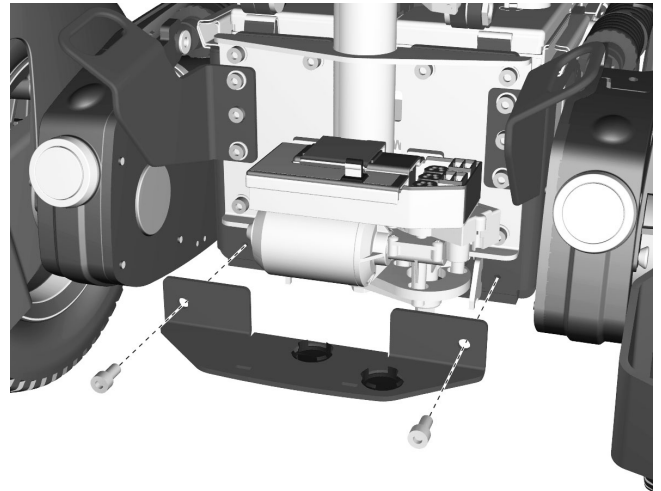

Abbildung 101. Schutzblech unter dem Motor anbringen.
3. Schutzblech unter dem Motor anbringen. Es ist mit zwei Schrauben montiert. Siehe Abbildung. 101.